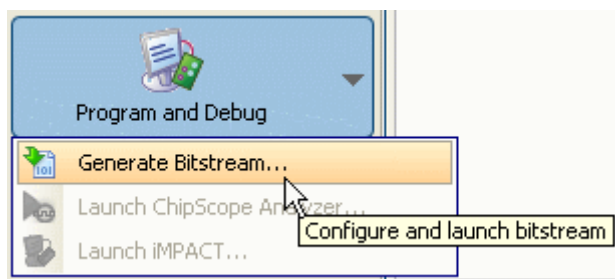

図 12-1 : [Generate Bitstream] コマンドの実行
1. Flow Navigator で、[Program and Debug] ボタンをクリックし、[Generate Bitstream] を選択します。図 12-1 は、このコマンドを示しています。